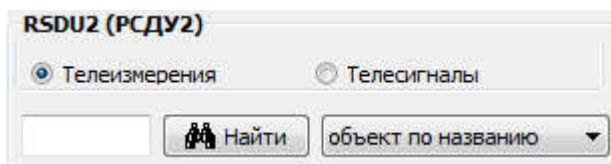

Рис. 6.5.2 Окно привязки ТИ и ТС
2. Переключить в режим привязки ТС (рис. 6.5.2);